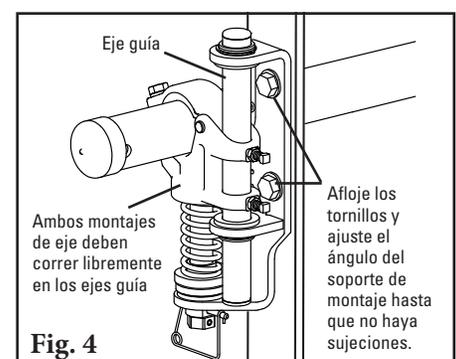

Fig. 4
- 4. Asegúrese de que el tensor se mueva libremente.** Jale hacia arriba y empuje hacia abajo cada extremo del eje para asegurarse de que el montaje del eje se mueva libremente en el eje guía. Si hay señales de roce, afloje los tornillos de la base de montaje y gire hasta que el tensor se mueva libremente (Fig. 4). Vuelva a apretar los tornillos.